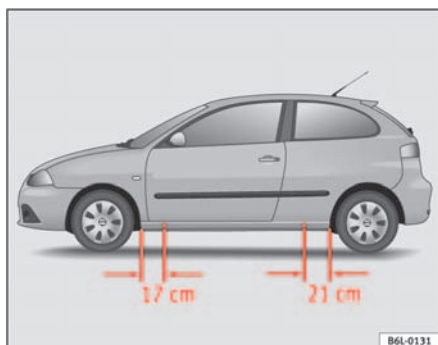

Abb. 142 Aufnahme-
- Suchen Sie den Aufnahmepunkt am Unterholm, der dem zu wechselnden Rad am nächsten liegt ⇒ Seite 217, Abb. 142.
Am Unterholm kennzeichnen jeweils vorn und hinten Eindrücke die Stellen, an denen der Wagenheber angesetzt werden darf ⇒ Seite 217, Abb. 142. An jedem Rad ist eine Stelle für den Wagenheber vorgesehen. An anderen Stellen darf der Wagenheber nicht angesetzt werden.